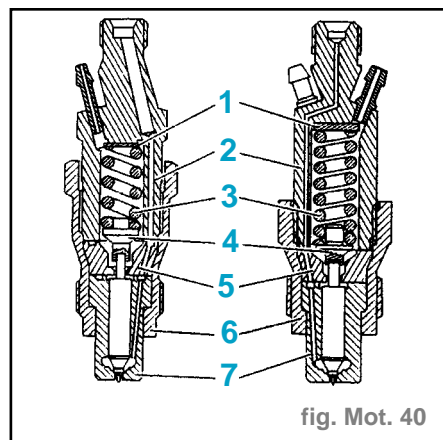

fig. Mot. 40
- Le réglage de la pression de tarage s'effectue par l'intermédiaire d'une cale (1) plus ou moins épaisse (fig. Mot. 40).
- Placer dans le corps (2) (fig. Mot. 40) :
- la cale de réglage (1),
- le ressort (3),
- la tige poussoir (4),
- l'entretoise (5),
- l'injecteur (7),
- l'écrou d'injecteur (6).